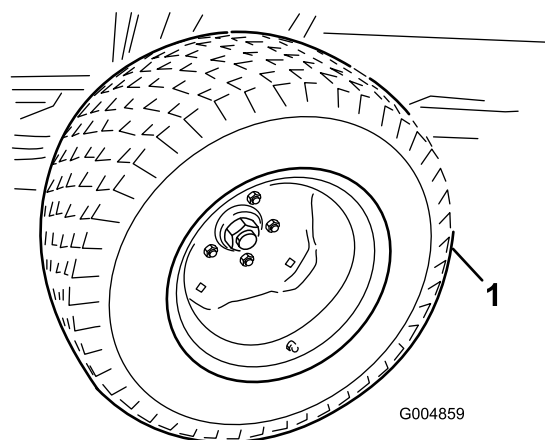

Figura 48
11. Con el bastidor de invierno apoyado contra el bastidor trasero, eleve el gato de suelo lo suficiente para poder retirar los neumáticos de tracción de verano (Figura 48).